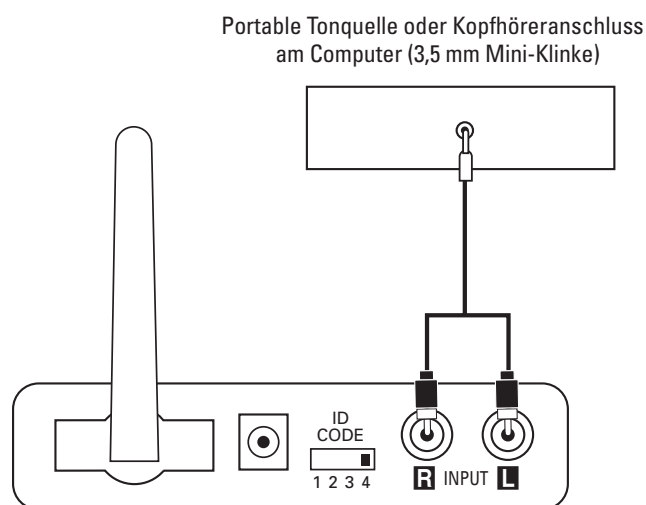

Abbildung 5.
**Schritt 1.** Schließen Sie das mitgelieferte Adapterkabel (Cinch auf Mini-Klinkenstecker – im Lieferumfang enthalten) an den Vorverstärker-, Line-Out- oder Kopfhörerausgang Ihrer portablen Tonquelle an. Schließen Sie das andere Kabelende an die entsprechenden Eingänge am Sendemodul 14 an (siehe Abbildung 5).